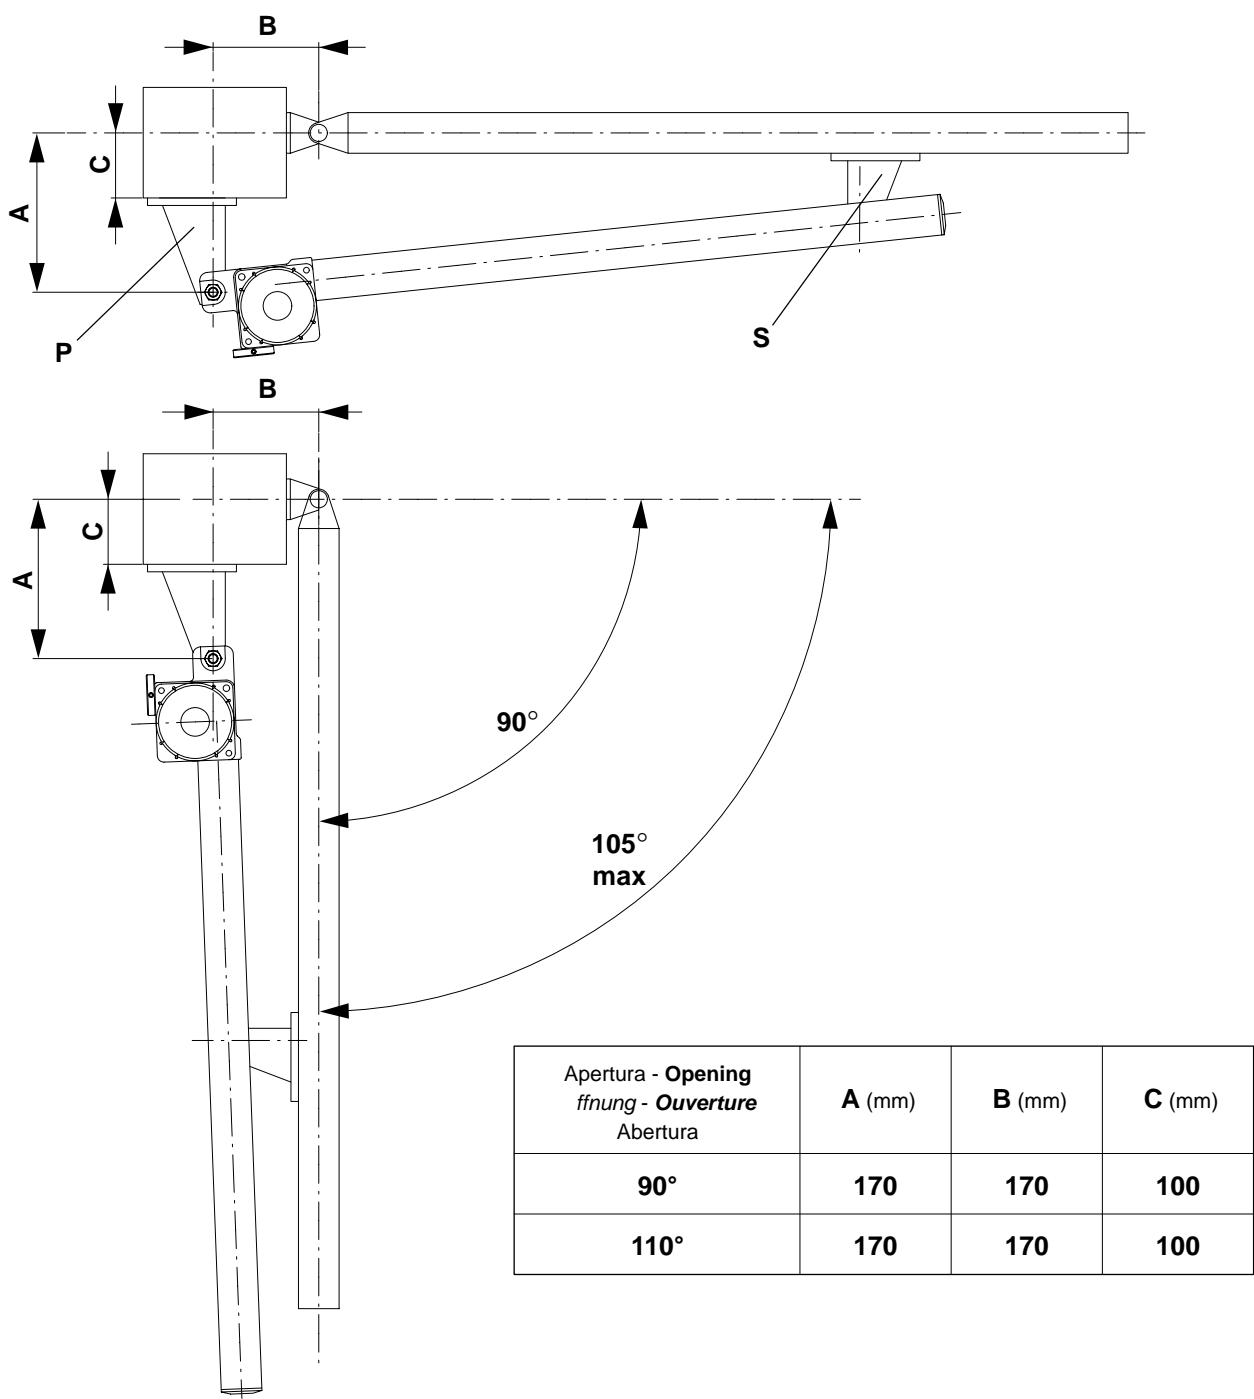

Fig.2
Saldare quindi la piastra P rispettando le quote di fig. 2.
**Now weld the plate P as per dimensions given on fig. 2.**
Dann die Platte P anschweißen. Dabei die Maße von Bild 2 einhalten.
Souder donc la plaque P en respectant les côtes de la fig. 2.